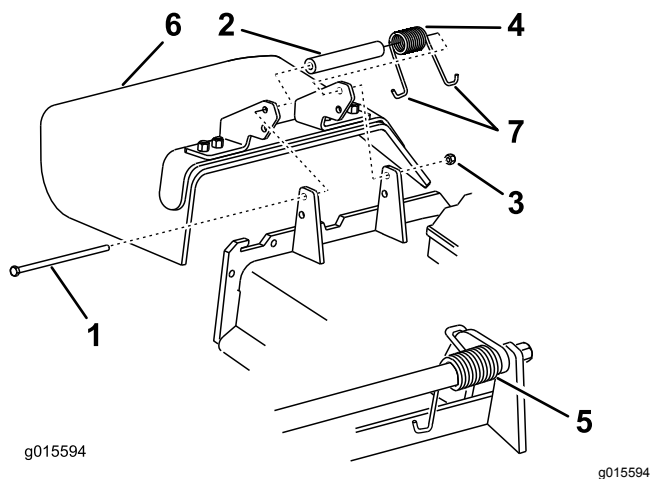

Figure 105
1. Retirez le contre-écrou, le boulon, le ressort et l'entretoise qui fixent le déflecteur aux supports de pivot (Figure 105).
2. Enlevez le déflecteur s'il est endommagé ou usé (Figure 105).
Remarque: Prenez soin de placer 1 extrémité en J du ressort derrière le bord du tablier avant de mettre le boulon en place, comme montré à la Figure 105.
- Accrochez l'extrémité en J du ressort au déflecteur d'herbe (Figure 105).